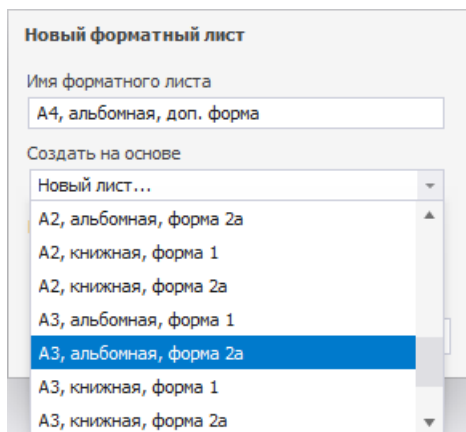

Рис. 65 Выбор исходного формата
4. Выберите исходные данные для создания нового шаблона листа с помощью выпадающего списка в пункте «Создать на основе», см. Рис. 65.